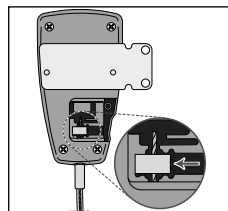

Abb. 9
11. Schieben Sie das Kabelendstück wieder über das Innenkabel und positionieren Sie das Endstück an der dafür vorgesehenen Aussparung am Satelliten (**siehe Abb. 9**).